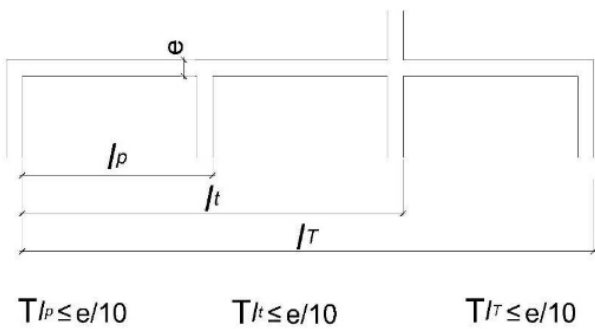

Figura 10.1. Tolerancia en el largo de los muros.
- » **Largo de muros:**  $\pm e/10$  (e: espesor del muro). La misma tolerancia se aplica en el largo total del piso (ver Figura 10.1)